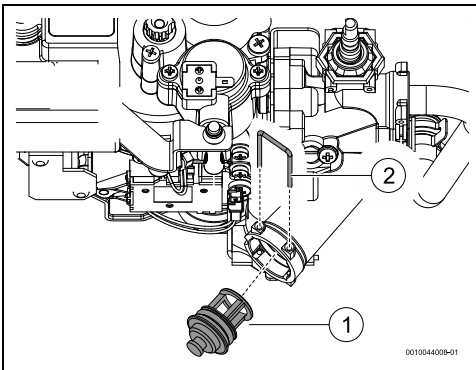

Fig. 10 Vidange
- ▶ Vidanger l'appareil (→ fig. 10).